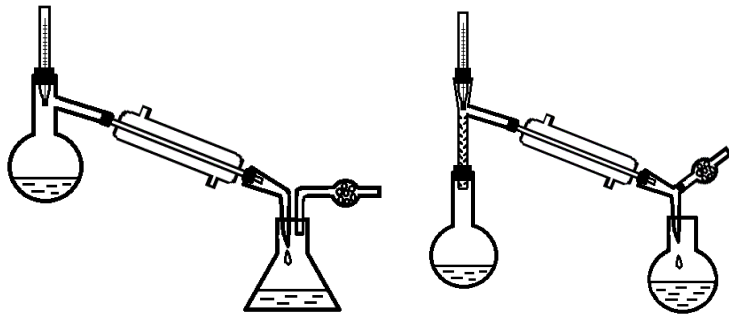

Рис. 18. Приборы для перегонки
* Найдите на рис. 18: колбу для перегонки, термометр, аллонж, холодильник, приемник, хлоркальциевую трубку, дефлегматор. Для чего они нужны?
* Какой из приборов на рис. 18 следует применять для очистки жидкости от растворенных в ней твердых веществ? Для очистки жидкости от жидких примесей? Почему?